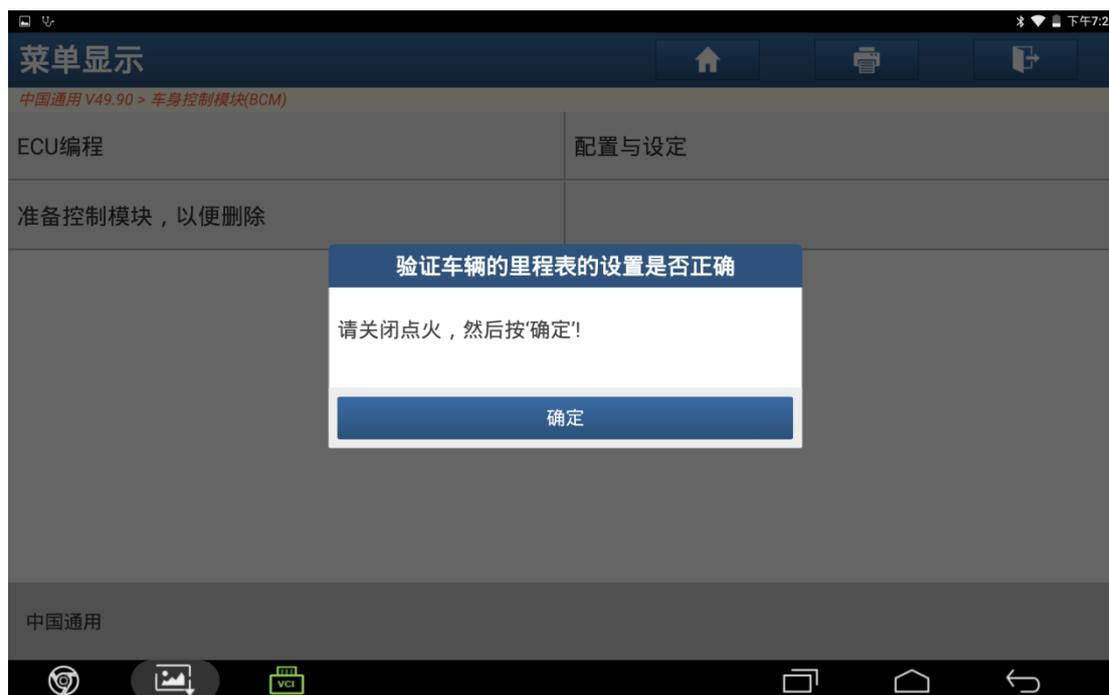

图 26
26). 根据提示操作关闭点火开关, 然后点击“确定”, 如图 26;